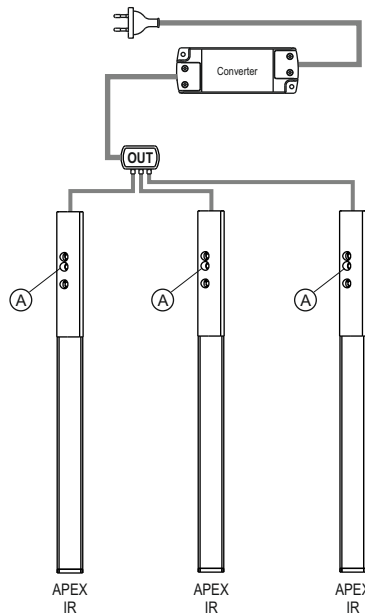

Fig.5
- Nel caso in cui si debba collegare più di un apparecchio all'alimentatore, assicurarsi che la somma totale delle potenze assorbite dagli apparecchi (controllare i dati targa riportati sull'etichetta del prodotto), non superi quella massima ammessa dal Converter (fig. 5,6,7).
COME FUNZIONA APEX IR (IR sensor) fig.5
- Sollen mehr als eine Leuchte an den Konverter angeschlossen werden, sicherstellen, dass der Gesamtwert der von den Leuchten aufgenommenen Leistung den maximal zulässigen Wert des Konverters nicht überschreitet (siehe Auslegungsdaten am Produktetikett) (Abb. 5,6,7).
FUNKTIONSWEISE APEX IR (IR-Sensor) Abb.5